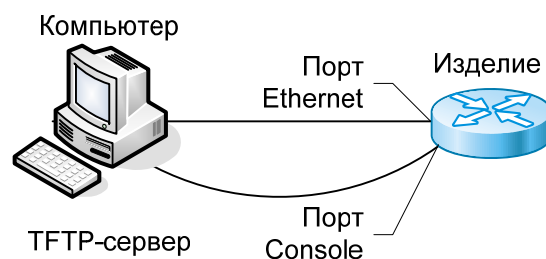

Рис. 34. Подключение изделия для обновления программного обеспечения в режиме загрузчика
3. Подключите порт Ethernet изделия к сети. Примеры подключения показаны на Рис. 34;